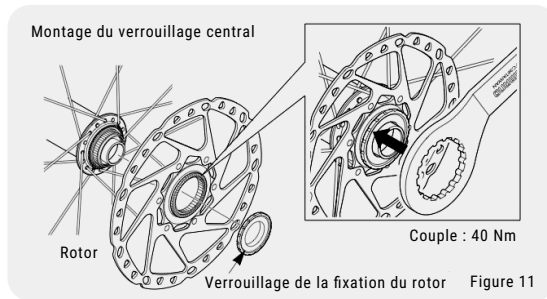

Figure 11
3. L'installation d'un rotor de frein à disque de type verrouillage central est présentée en Fig. 11. Veuillez suivre les instructions du fabricant du frein à disque pour l'installation du rotor.